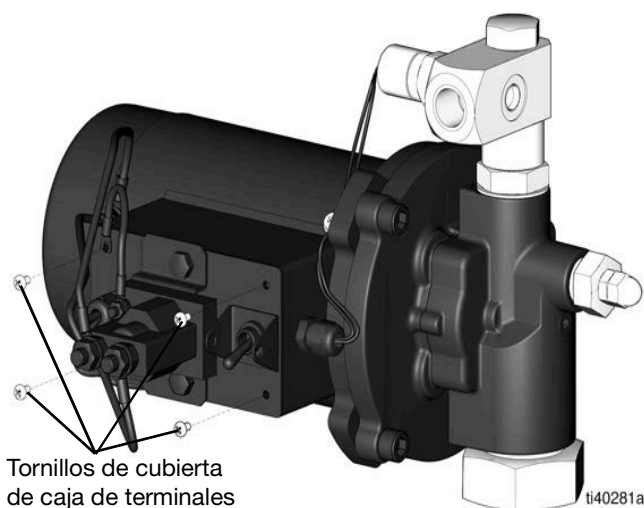

FIG. 18
- Quite los cuatro tornillos de la cubierta de la caja de terminales (FIG. 18).